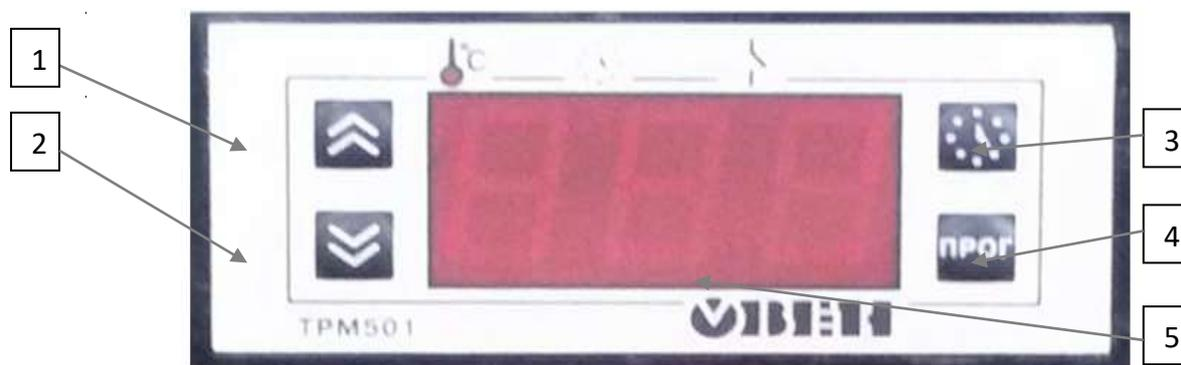

Рисунок 4
8.4. С помощью электронных регуляторов (1) (2) см. рисунок 4 задать требуемую температуру верхней и нижней рабочей поверхности соответственно. Для этого необходимо:
- кратковременно нажать кнопку «ПРОГ» (4) см. рисунок 4, после чего показания цифрового индикатора (5) начнут мигать;
- с помощью кнопок (1), (2) выставить необходимую температуру рабочих поверхностей.